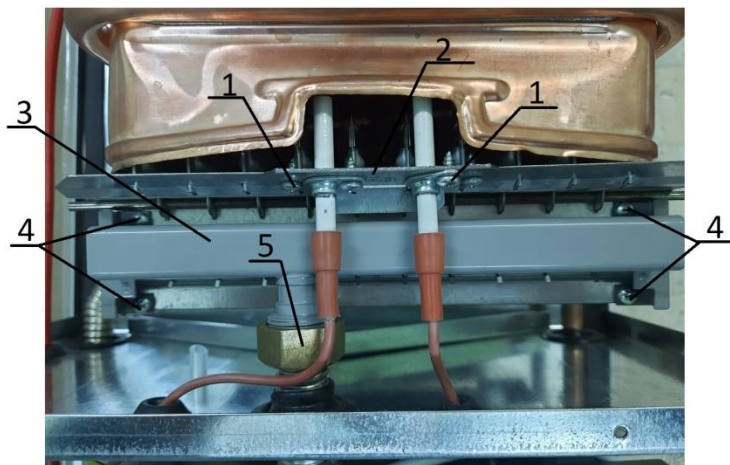

Рис. 17. Демонтаж коллектора
- 4) отвернуть четыре самореза 1 (см. Рис. 17) крепления горелки к задней стенке котла (по два с каждой стороны) и снять горелку.